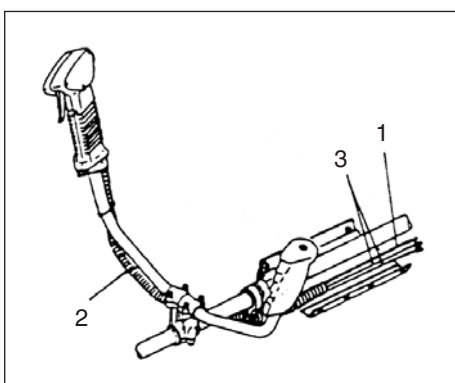

Fig. 1-3
Posizionare i cavi di stop (3) ed il cavo acceleratore (1) attraverso il tubo di protezione (2). Quindi sganciare il tampone di protezione e fasciare con esso i cavi di stop e il cavo acceleratore (1) (Fig. 1.3).